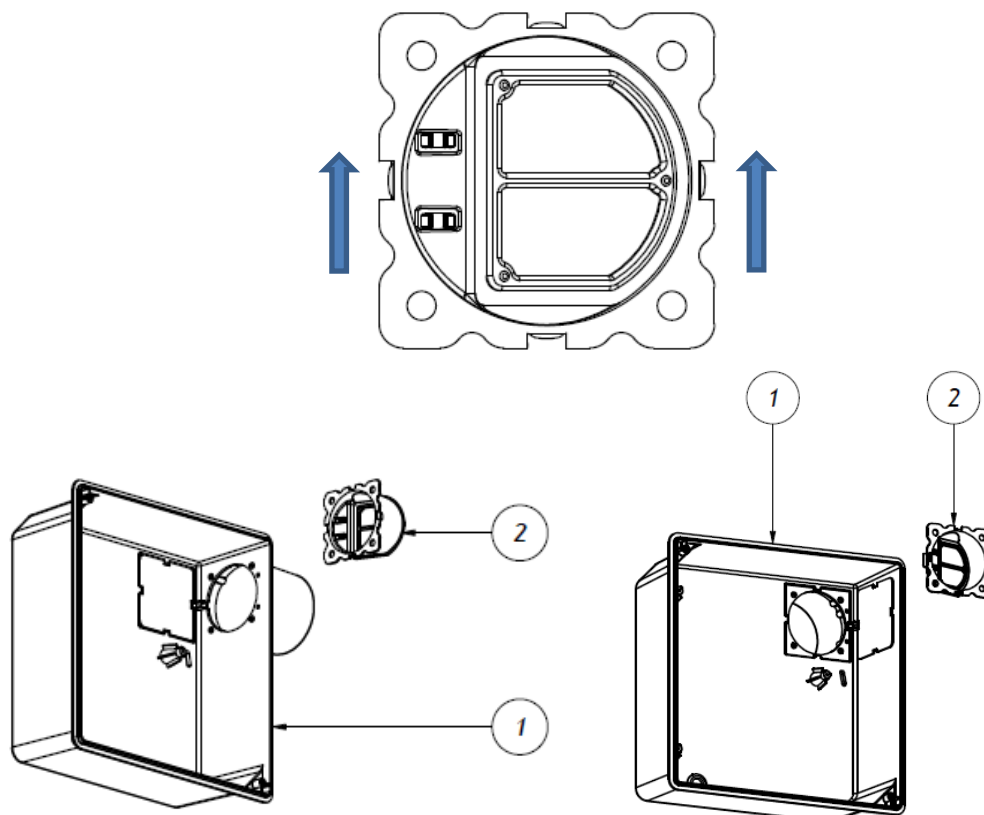

Rys. 4.6: Dopuszczalny kierunek montażu wentylatorów eVI S
- Obudowę wentylatora (wersja z króćcem do tyłu i do boku) można instalować w pozycji zgodnie z poniższymi schematami (rys. 4.6 dla eVI S i rys. 4.7 dla eVI R) uzyskując tym samym dogodne ułożenie króćca wylotowego.